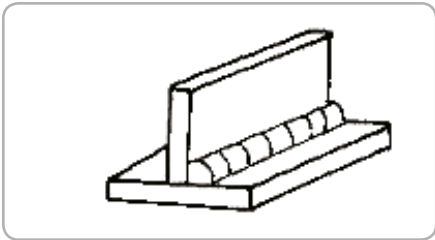

Fig.20
- Îmbinări cu cusături continui; Fig. 20